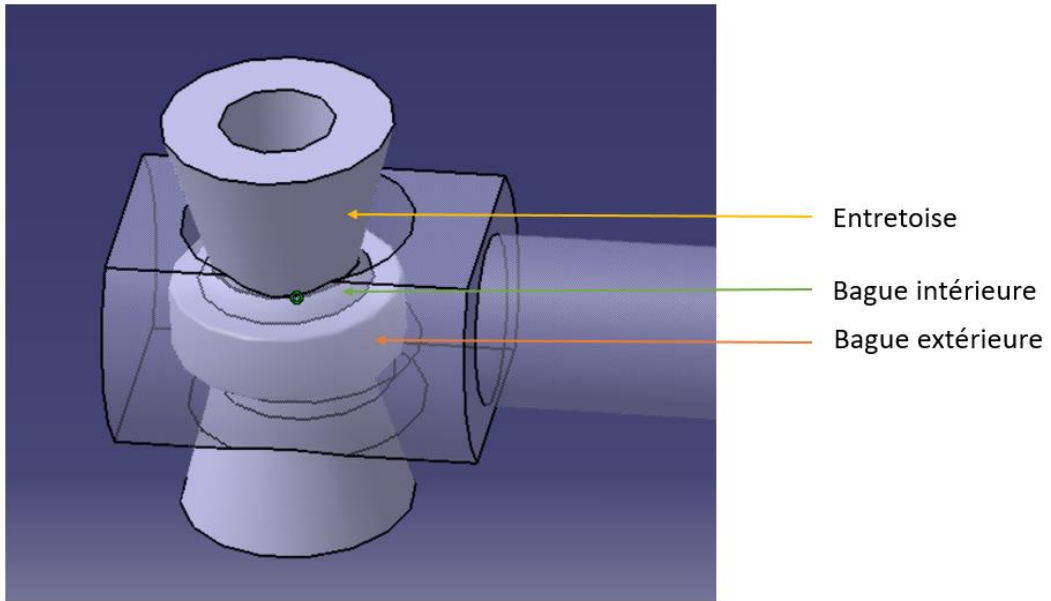

Figure 5 – Mise en position des entretoises autour de la rotule
- Il faut que ce soit l'entretoise qui vienne tirer sur la bague intérieure de la rotule (cf figure 5).